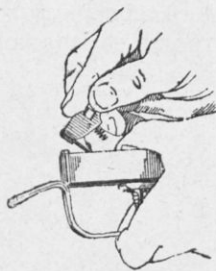

Рис. 45. Как вынуть спусковой крючок
2. Положить спусковую коробку одним концом на стол, а другим на подставку, выколоткой выбить ось спускового крючка и отделить спусковой крючок с пружиной (рис. 45) от спусковой коробки.